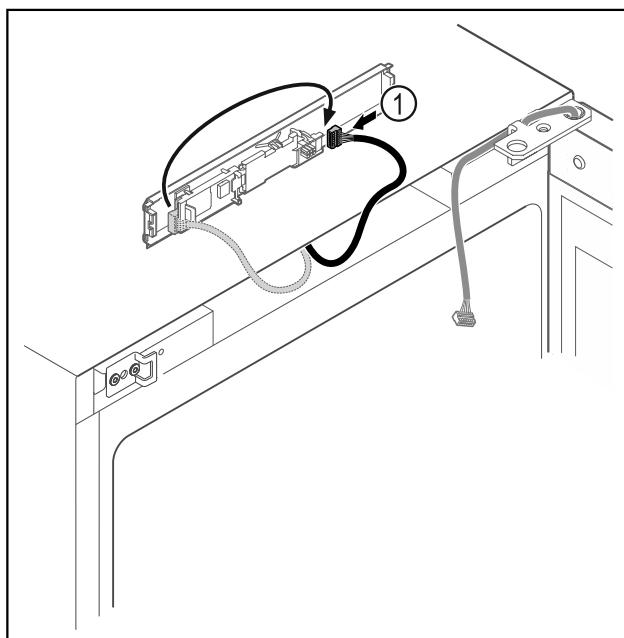

Fig. 13
- Μεταφέρετε το φις Fig. 13 (1) στην πλακέτα.